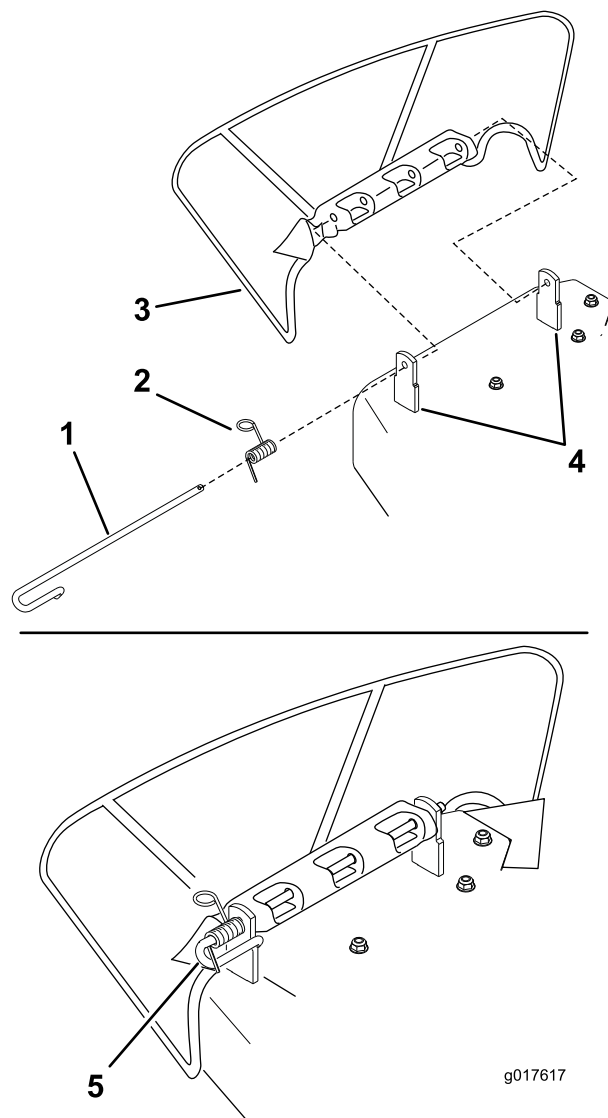

Figure 75
1. Désengagez le ressort du cran dans le support de déflecteur et sortez la tige des supports soudés du tablier, du ressort et du déflecteur d'éjection (Figure 75).